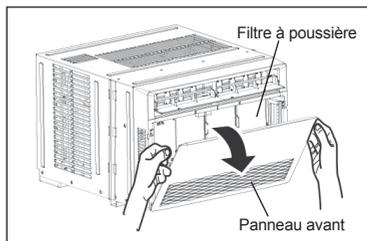

FIGURE 21
1. Pour ouvrir le panneau avant, tirez sur les encoches des deux côtés du panneau, comme illustré à la *Figure 21*.